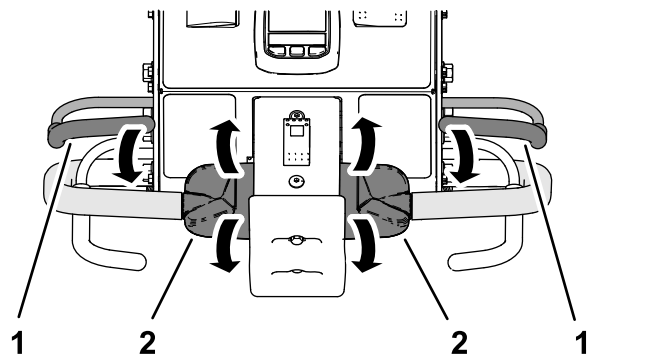

图 32
2. 抓住手把的任一操作员到位把手并向前旋转牵引控制装置 图 32 或者向后旋转牵引控制装置然后启动发动机。